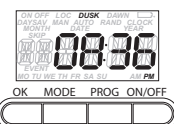

Fig. 6
17. Gire la perilla para ajustar el horario Dusk (encendido al ocaso) (Fig. 6) si es necesario y presione **OK**. La pantalla mostrará **MAN** y la hora del día.